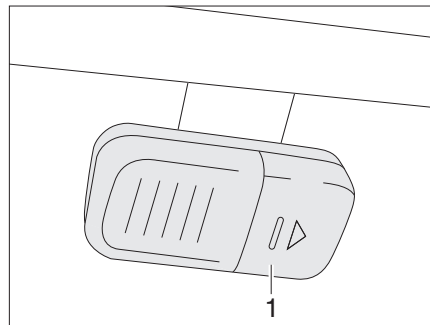

Fig. 266 Eclairage de la penderie avec DEL, compartiment à piles fermé
- Pousser le couvercle (Fig. 266,1) dans la direction de la flèche.